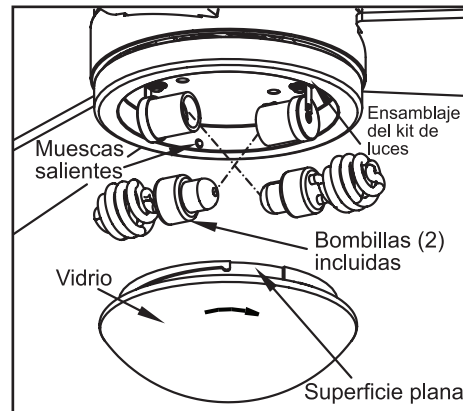

Figura 12
4. Con el ventilador apagado, instala las dos bombillas fluorescentes (máximo 14 vatios, incluidas) ajustándolas en el portabombillas (Figura 12).
5. Coloca la pantalla de vidrio en el ensamblaje del kit de luces, alineando las tres áreas planas en el reborde superior de la pantalla de vidrio con las tres muescas salientes del ensamblaje del kit de luces. Gira la pantalla de vidrio de izquierda a derecha hasta que se detenga (Figura 12).